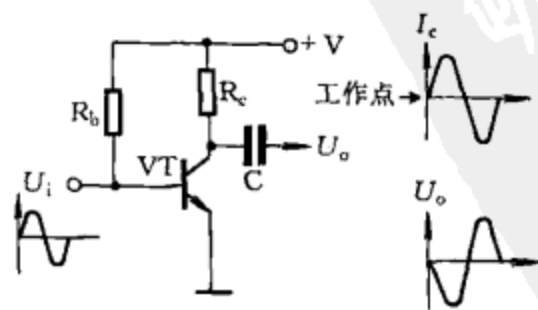

图 1-13
(2) 放大器的负载电阻也是利用电阻器的降压作用的例子。图 1-13 所示晶体管放大电路中，集电极电阻 R_c 即是负载电阻。输入信号 U_i 使晶体管集电极电流 I_c 相应变化，由于 R_c 的降压作用，从 VT 集电极即可得到放大后的输出电压 U_o 。（与 U_i 反相）。